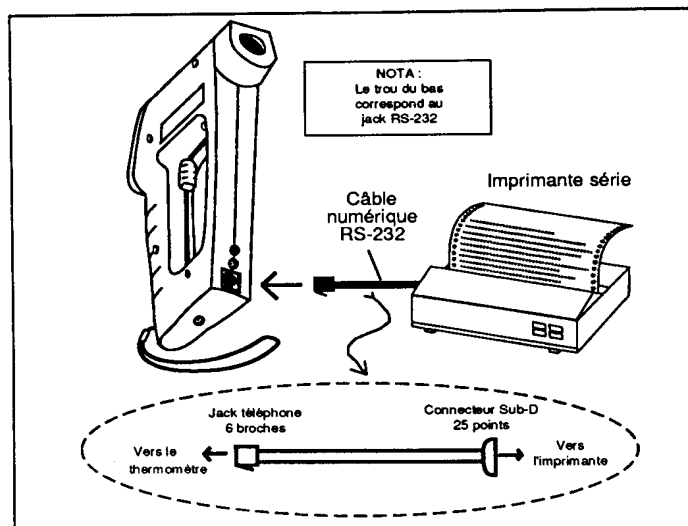

Figure 2-10. Raccordement de l'imprimante série
2. Relier le câble RS-232 entre le thermomètre et l'imprimante comme le montre la Figure 2-10.